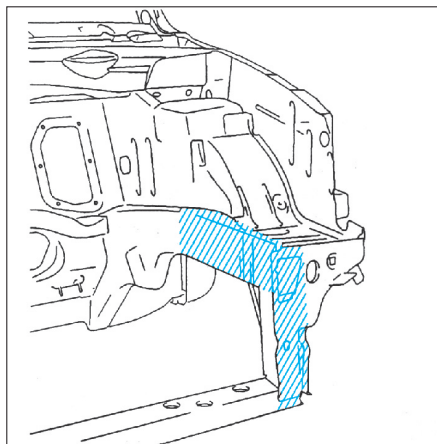
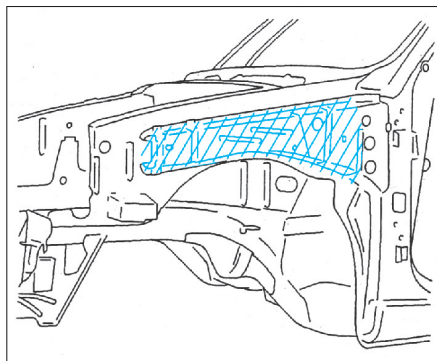

FIG. 19
FIG. 20
- Pulvériser de la cire fluide (Fig.19) et (Fig.20).